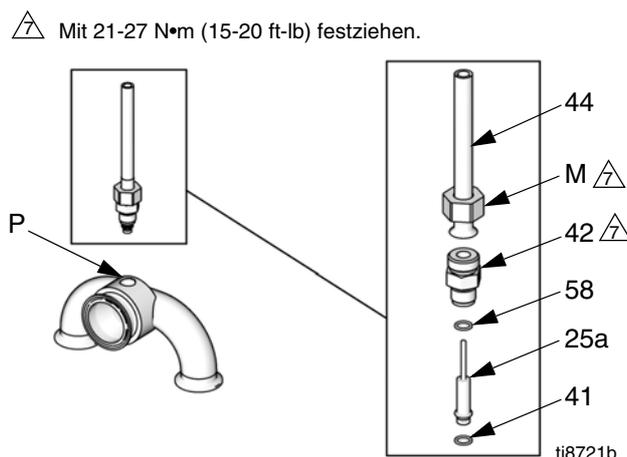

ABB. 10. Druckmessfühler
11. Siehe ABB. 10. Die Mutter (M) am Sensorrohr (44) lösen und den Adapter (42) vom Messfühleranschluss (P) abschrauben. Den Messfühler (25a) vom Anschluss entfernen.
13. Siehe ABB. 10. Einen neuen schwarzen O-Ring (41) und das neue Messingdistanzstück (58) am Messfühler (25a) anbringen.
16. Siehe ABB. 10. Den Messfühler in den Messfühleranschluss (P) einsetzen. Zunächst den Adapter (42) und anschließend die Mutter (M) mit einem Anzugmoment von 21-27 N•m (15-20 ft-lb) anziehen.